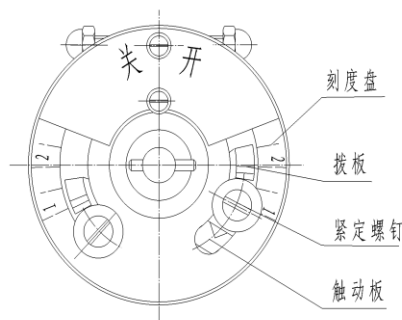

图9 转矩控制机构
2) 转矩控制机构的调整(出厂前均已调整至最大控制转矩,一般不用调整,确需调整应在我司技术支持下进行,若因用户不正确或不合理调整造成其它零部件损坏,由用户负全责)。转矩控制机构见图9,调节控制阀门“开”、“关”转矩的大小,可用起子分别将紧定拨板的紧定螺钉拧松,然后通过调节拨板与触动板之间的距离来实现。刻度牌上标有刻度,其刻度值越大,转矩值越大。一旦转矩调整完毕,可用扭矩限制电动装置输出转矩值不发生变化。